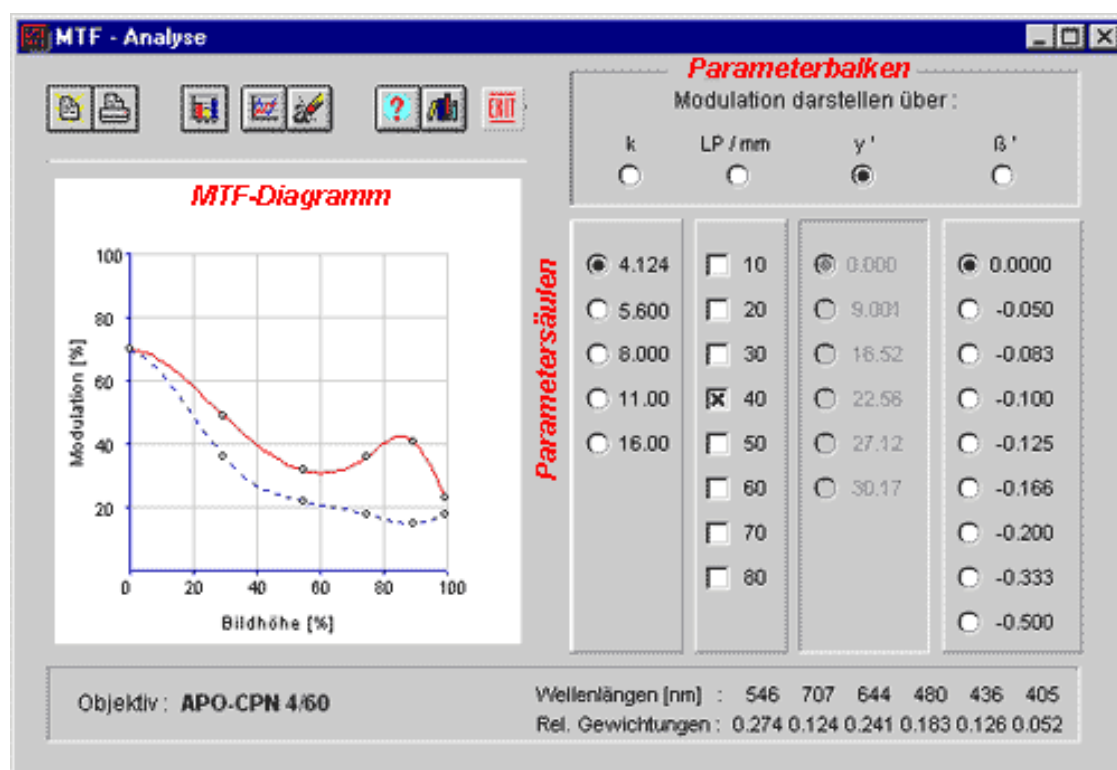
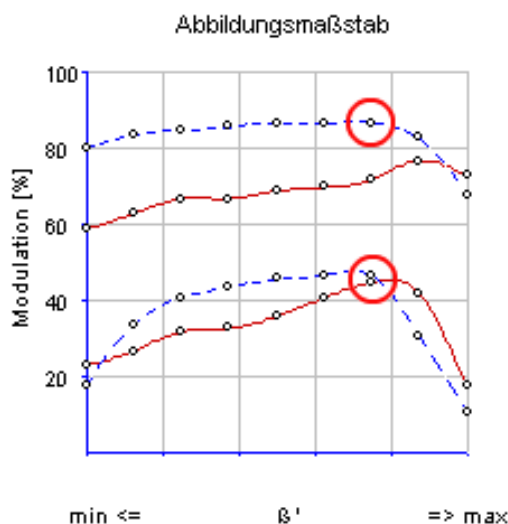

Fig. 1
Fig. 8
Das Programmfenster (Fig. 1) läßt eine nützliche Erweiterung der Leistungs- und somit Einsatzbeurteilung eines Objektivs im Vergleich zur herkömmlichen Praxis erkennen:
Nebenstehende Grafik zeigt die MTF-Kurven für die Ortsfrequenzen 10 LP/mm (oberes Kurvenpaar) und 40 LP/mm (unteres Kurvenpaar). Die durchgehenden repräsentieren **sagittale**, die gestrichelten **tangentiale Objektstrukturen**. Als 100% Bildhöhe gilt üblicherweise die halbe Bilddiagonale, beispielhaft 30,17 mm, zu sehen als letzter Wert im  $y'$ -Parameterfeld (Fig. 1).
- 1) Die *Parametersäule* beinhaltet jeweils den zulässigen, dem SCHNEIDER-Objektiv eigenen Wertebereich des Parameters, in Fig. 1 beispielsweise die halbe Bilddiagonale von  $y'_{\min} = 0$  mm bis  $y'_{\max} = 30,17$  mm.
In nebenstehender Diagramm-Variante sind die Modulationswerte für konkrete Blendenstellungen (siehe "Parametersäule  $k$ " in Fig. 1) durch Kreise gekennzeichnet, von der kleinsten Blendenzahl (min) links bis zur größten Blendenzahl (max) rechts.
Durchläuft man den Abbildungsbereich von  $\beta' = 0$  (Fokussierung auf Unendlich) bis zum größtmöglichen Wert  $\beta' = -0,5$ , dann zeigt sich deutlich eine Verschiebung der "optimalen Blende" hin zum Blendenwert  $k = 8$  für die Ortsfrequenz 40 LP/mm – von links gesehen die dritte Blendeneinstellung in der Grafik, sie korrespondiert mit dem dritten Wert in der Parametersäule  $k$  (s. Fig. 1).
In Fig. 8 stehen die Kreismarkierungen diesmal für die in der *Parametertabelle*  $\beta'$  (Fig. 1) aufgelisteten Abbildungsmaßstäbe 0, -0,05 ... -0,333 -0,5.